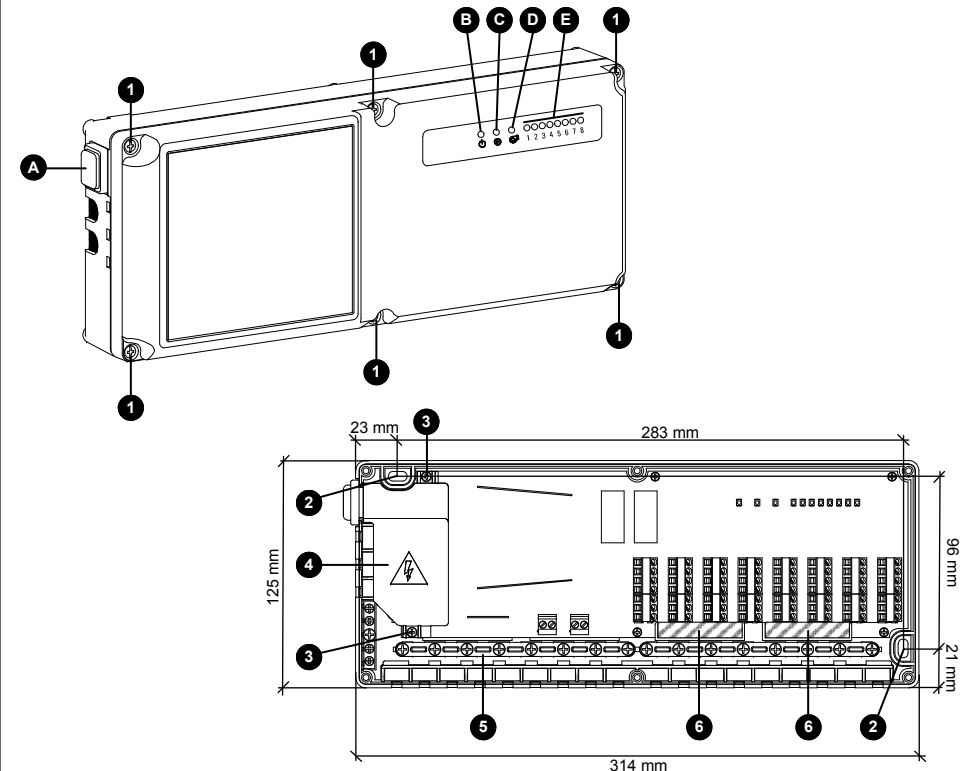

Fig. 1: Vista interna e parti meccaniche.
- Fissare la base del dispositivo alla parete utilizzando i due fori per viti indicati con 2 in Fig. 1.
- Togliere le 2 viti indicate con 3 in Fig. 1 e rimuovere il coperchio copri morsettiere indicato con 4 in Fig. 1.
Rimuovere, con l'aiuto di un cacciavite, i tasselli della base, indicati in 6 di Fig. 1. A questo punto si possono far passare i cavi attraverso le aperture prodotte nella base fino a raggiungere i morsetti.
**Led verde di alimentazione 'ϕ' (Fig. 1)**
**Led rosso attivazione uscita pompa '⊕' (Fig. 1)**
**Led rosso attivazione uscita caldaia '⊕' (Fig. 1)**
**Led di stato uscite attuatori '1..8' (Fig. 1)**
**Interruttore luminoso ON / OFF (Fig. 1)**
L'interruttore luminoso posizionato sul fianco sinistro della centralina toglie tensione dalle uscite ma non isola le parti posizionate sotto il coperchio plastico di Fig. 1; in questo modo e' possibile accedere ai termostati ed agli attuatori durante l'installazione per la verifica e la eventuale ricerca di guasti.
- Togliere le 6 viti indicate con 1 in Fig. 1 e rimuovere il